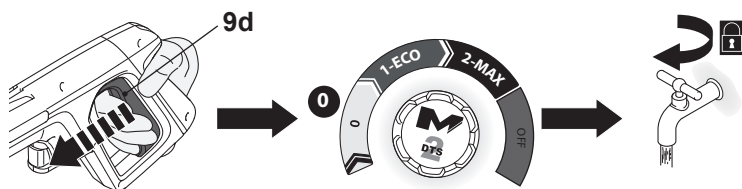

Fig. 23
1. Suelte el gatillo (9d) (Fig. 23).